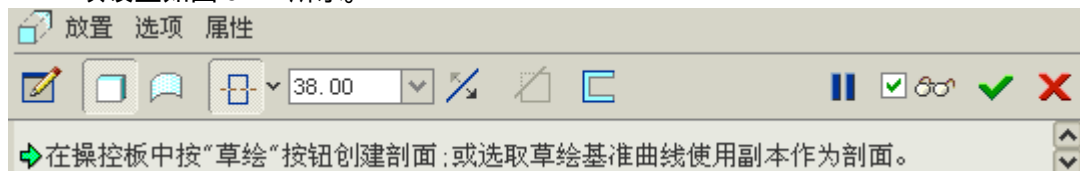

图 52-2
- (1) 单击特征工具栏中的按钮 ，打开拉伸特征操控板，设定拉伸尺寸为 38，其他选项设置如图 52-2 所示。